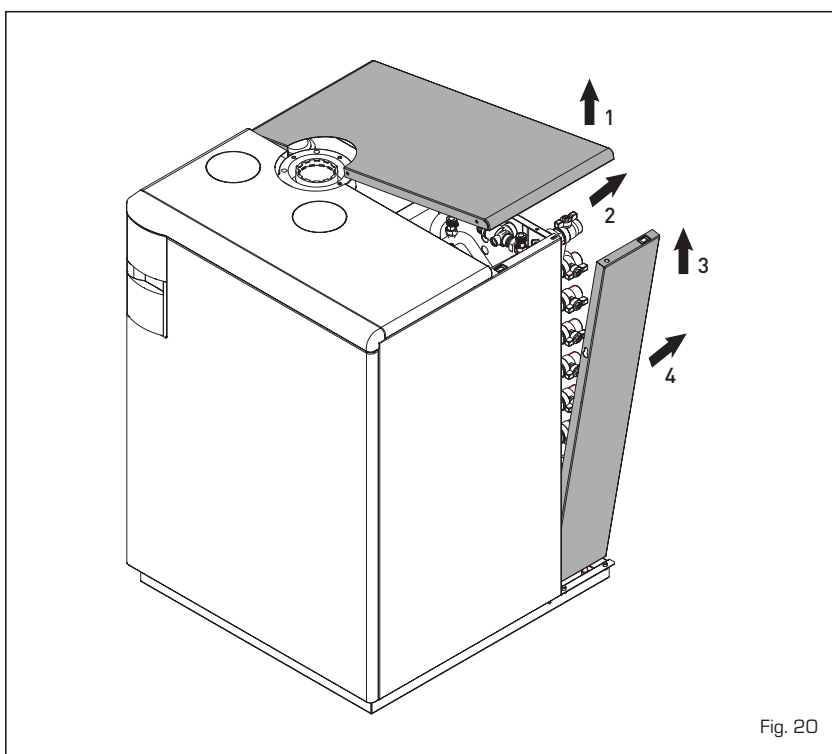

Fig. 20
4.4.1 Panneau latéral (fig. 20)